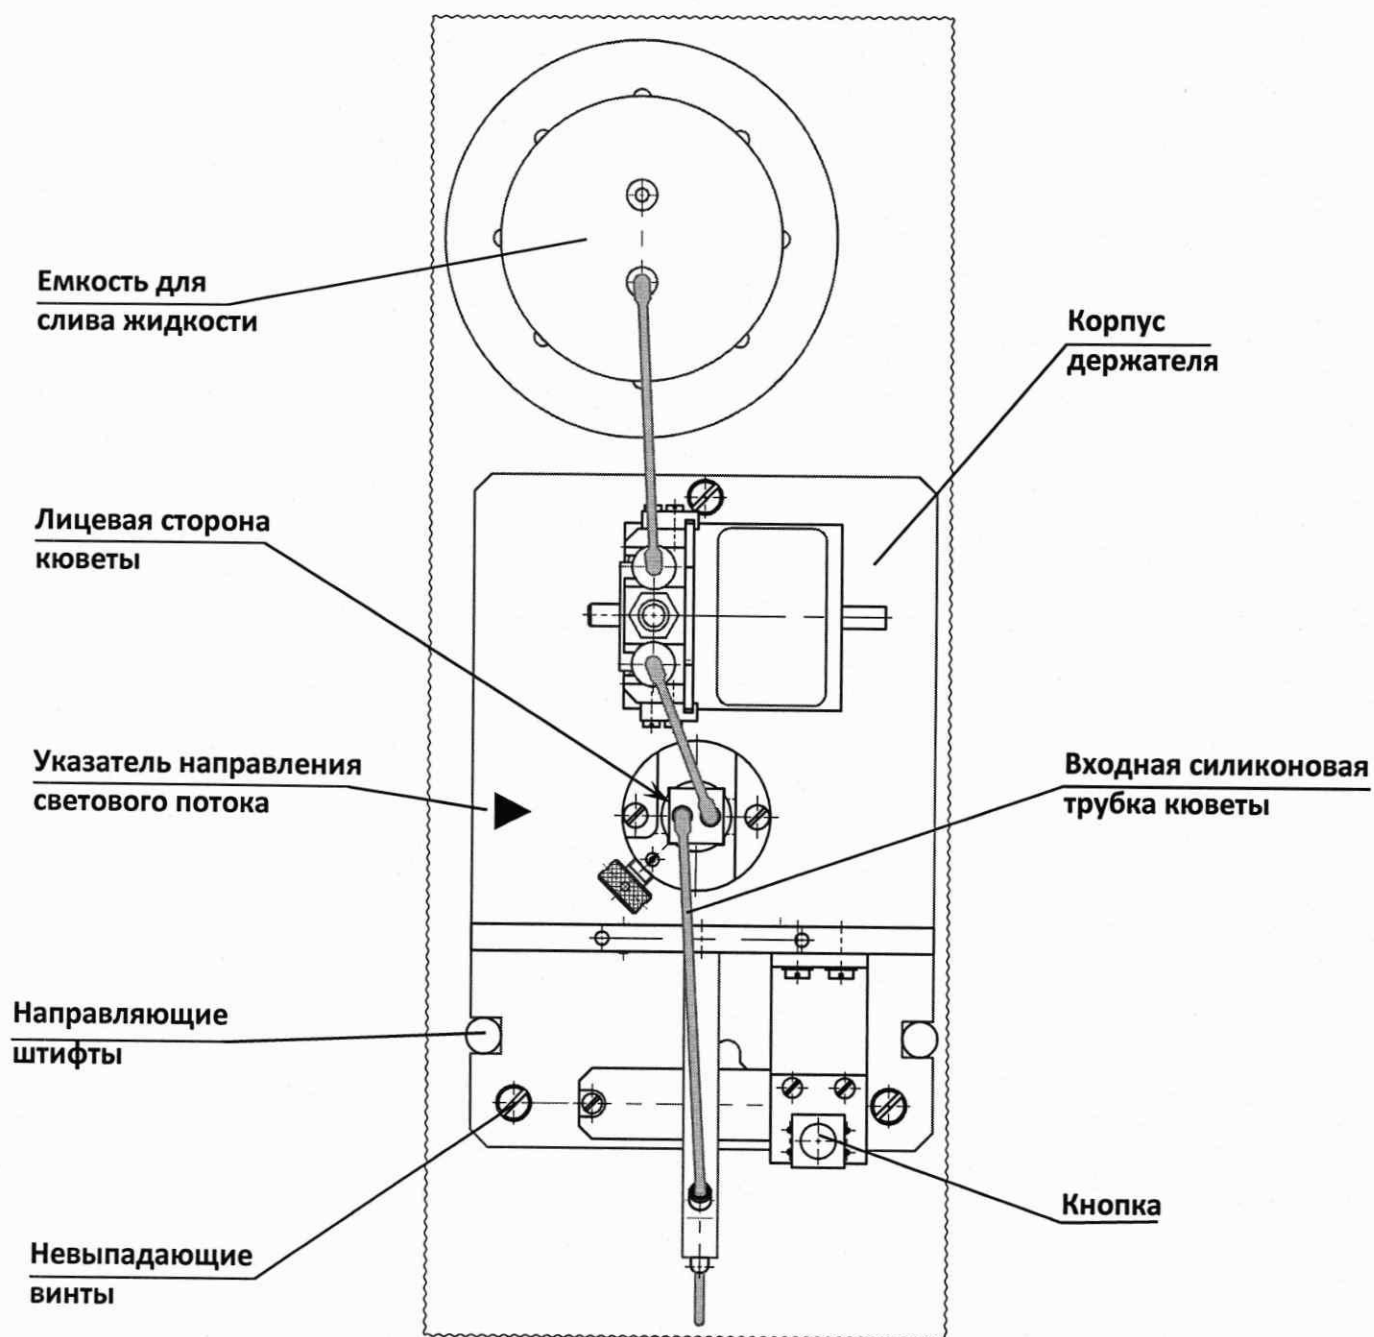

Рис. 12 Внешний вид держателя проточной кюветы с насосом перистальтическим (крышка поз.9 и винты крепления крышки поз.6 (см. Рис.11) не показаны)
9.6.1.2 Удерживая держатель проточной кюветы за корпус (Рис. 12), установить его по направляющим штифтам на шасси прибора, обеспечив соединение разъема на держателе с ответной частью на шасси.